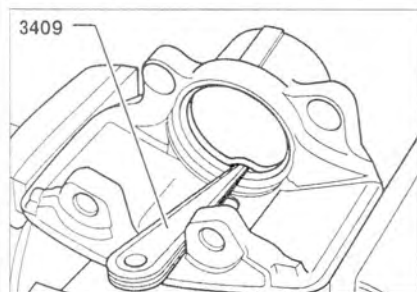

Рис. 8.14. Снимите уплотнительное кольцо с помощью щупа 3409.
2. Снимите уплотнительное кольцо с помощью щупа 3409 (рис. 8.14).